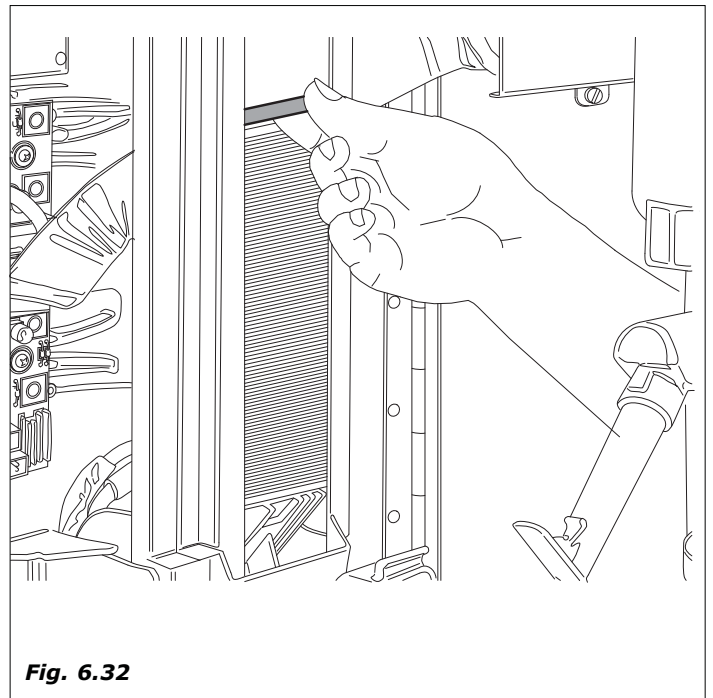

Fig. 6.32
- Faire attention que les palettes soient exemptes de bavure, ne soient pas incurvées et qu'elles soient disposées toutes horizontalement (figure 6.32).